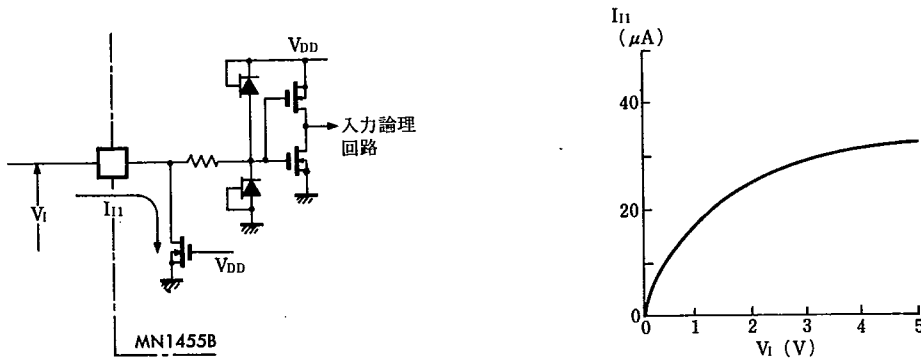

Fig. 2 プルダウン抵抗付入力回路および入力電流 (Fig. 4 参照)
停電時には、電源をバッテリーバックアップして、発振周波数を4MHzから32kHzに切り換え、低速でマイクロコンピュータを動作させて、このときの消費電流を低減させます。命令実行スピードは、32kHzの1/5分周が1マシンサイクルですから156μsとなります。周波数切換時のタイミング関係を図2に示します。ただし、これはあくまでも模式的なものであり、精密なタイミングチャートではありません。
*2) Fig. 2参照